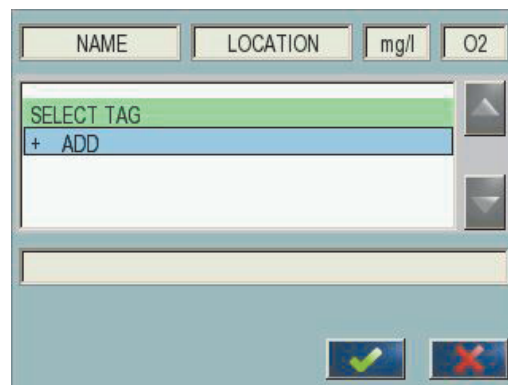

Figura 49 Menu principal do editor de fórmulas
2. É apresentado o menu principal do editor de fórmulas (Figura 49). Toque nos campos de texto para editar o Nome, Localização, Unidade, Parâmetro e Fórmula.